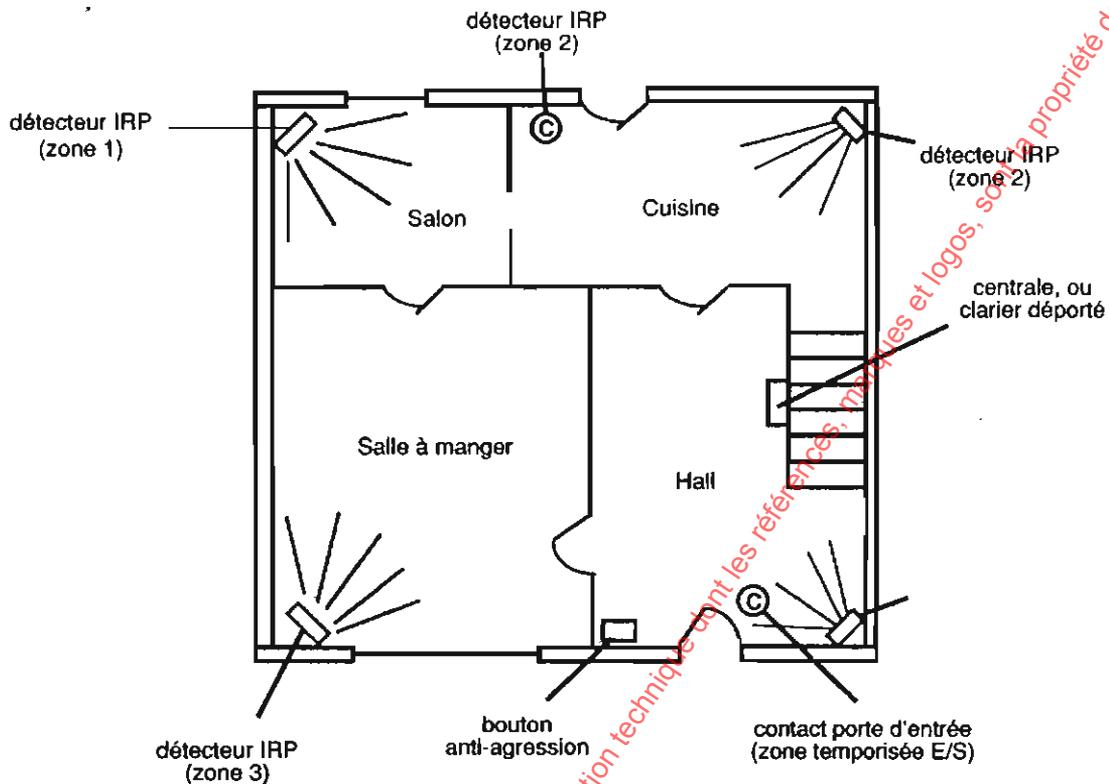

Fig.2 Rez-de-chaussée
- a) Dans plus de 2/3 des cambriolages, le voleur pénètre par une porte. Sur la figure 2, il a été installé un contact magnétique sur chacune des portes. De plus, la centrale se sert de ces contacts magnétiques pour indiquer à l'utilisateur qu'il a laissé une zone ouverte (zone temporisée). Dans ce cas, la mise en service est refusée.